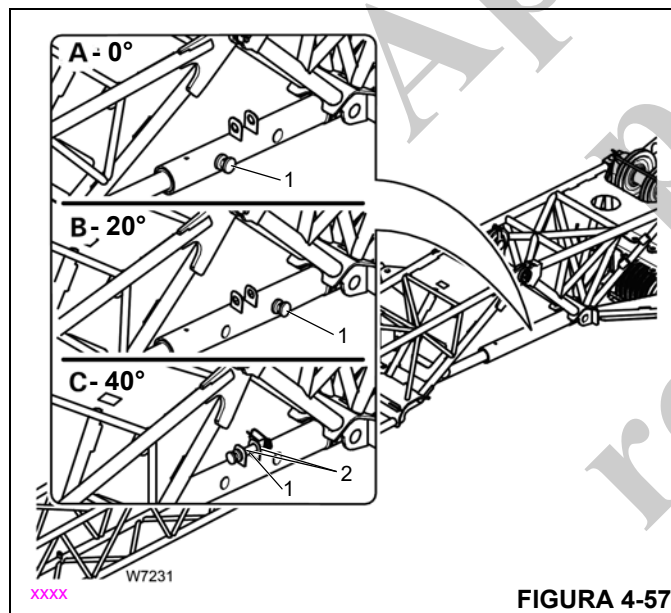

FIGURA 4-57
Consulte Figura 4-57.
1. Eleve a extensão com o guindaste auxiliar até que o pino (1) (Figura 4-57) seja aliviado da carga.
5. Se necessário, alivie a carga sobre o pino de ajuste (1) (Figura 4-57) abaixando levemente a lança.
6. Eleve ou abaixe a lança principal de modo que o pino (1) possa ser inserido na posição para o ângulo requerido, consulte *Mecanismo de ajuste do ângulo da extensão, página 4-39*.